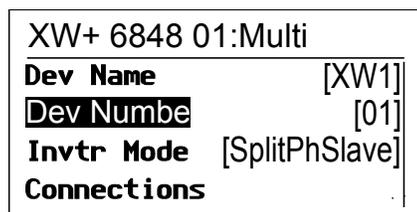

Figura 3-10 Configurando um número do dispositivo
2. No menu `Multi-Unit Config` (Configuração de várias unidades), selecione `Dev Number` (Número do dispositivo). Consulte Figura 3-10.